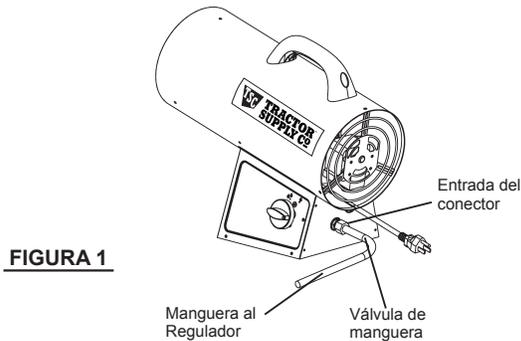

FIGURA 1
1. Proporcionar un sistema de abastecimiento de gas propano. Verifique que la válvula en el cilindro esté completamente cerrada girando la perilla completamente en dirección de las manecillas del reloj (↻). Asegúrese de que el cilindro esté completamente vertical para permitir la extracción de vapores. (LP) (ver Abastecimiento de gas propano (LP), página 7).
2. Conectar la manguera a la entrada del calentador (ver Figura 1). Ajústela firmemente utilizando una llave. Debe utilizar el regulador que se proporciona con el calentador.
3. Conectar el sistema de regulador y manguera de gas combustible a los tanques de gas propano (LP).